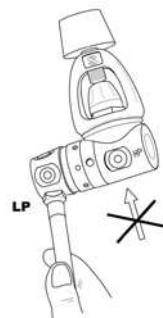

рис. 1
Подсоедините шланг низкого давления (LP) высокопоточного клапана инфлятора или A.I.R. 2 к свободному порту низкого давления первой ступени, который должен иметь такую же резьбу (рис.1).